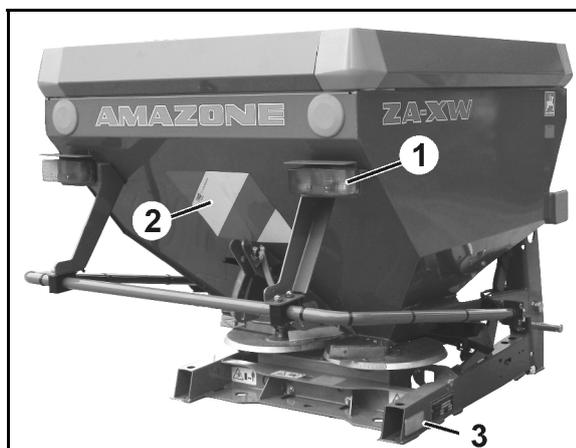

Fig. 10
**ZA-XW:** Fig. 10/...
- (1) Luci posteriori, luci dei freni e indicatori di direzione
- (2) Pannello di avviso posteriore